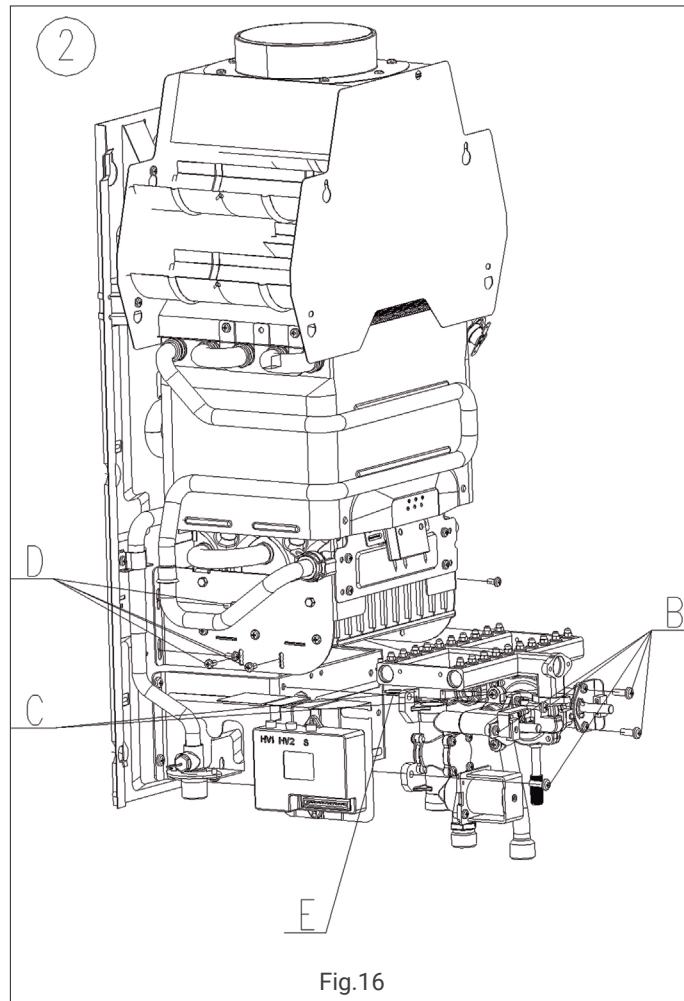

Fig.16
1. Dévisser la connexion entre la vanne eau-gaz et son support, retirer le clip qui fixe la connexion entre la vanne eau et le tuyau d'arrivée d'eau du brûleur. Retirer la connexion du câble de la vanne eau-gaz et de la mise à la terre (fig.16, setp B).
2. Dévisser le raccord entre le robinet eau-gaz et le collecteur de gaz (fig.16, setp C).
3. Dévisser le raccord entre le collecteur de gaz et les deux supports latéraux du brûleur. Desserrer les vis de fixation des deux supports latéraux pour libérer complètement le collecteur ( fig.16,setp D), puis retirer le collecteur.
Faites fonctionner l'appareil de remplacement lentement et veillez à ne pas endommager les joints d'étanchéité et à les placer dans la bonne position. Il est recommandé de les remplacer par des joints neufs (fig.16, setp E).